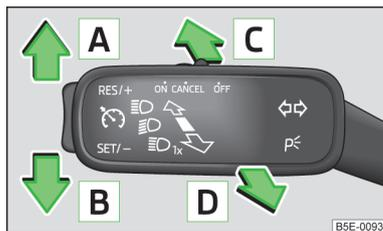

Abb. 29
- » Den Blinker- und Fernlichthebel zum Lenkrad ziehen und nach unten schieben » Abb. 29 auf Seite 58.
» Abb. 29 auf Seite 58.
Bedienungshebelstellungen » Abb. 29.